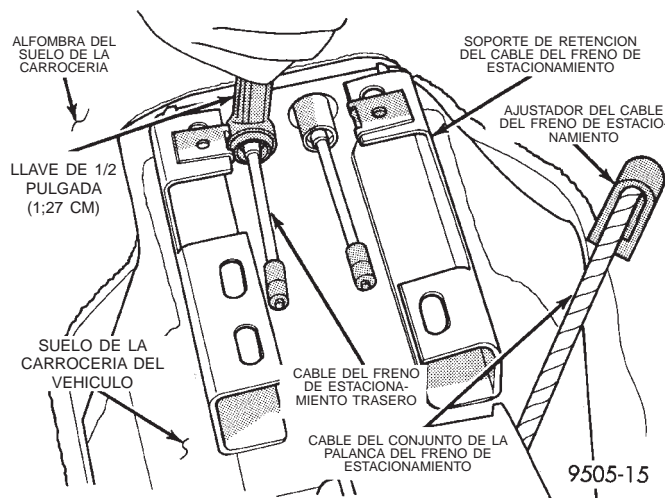

Fig. 142 Compresión de las lengüetas de retención del cable del freno de estacionamiento
(11) Instale el extremo de cubo de una llave de 1/2 pulgada (1,27 cm) sobre el retén del cable del freno de estacionamiento como se indica en (Fig. 142). Esto comprimirá las lengüetas en el retén del cable del freno de estacionamiento, permitiendo retirar el cable del soporte de la consola. Tome con fuerza la cubierta del cable del freno de estacionamiento, debajo de la alfombra, y tire del cable firmemente para extraerlo del soporte de la consola.